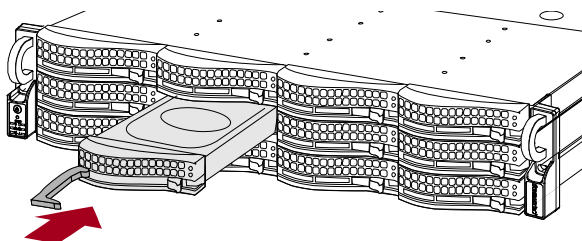

Figure 13. Insertion des boîtiers pour disques durs
4. Tout en gardant le bouton sur la droite, placez le **disque** en face de la **baie** correspondante et insérez-le (Figure 13) jusqu'à la butée.